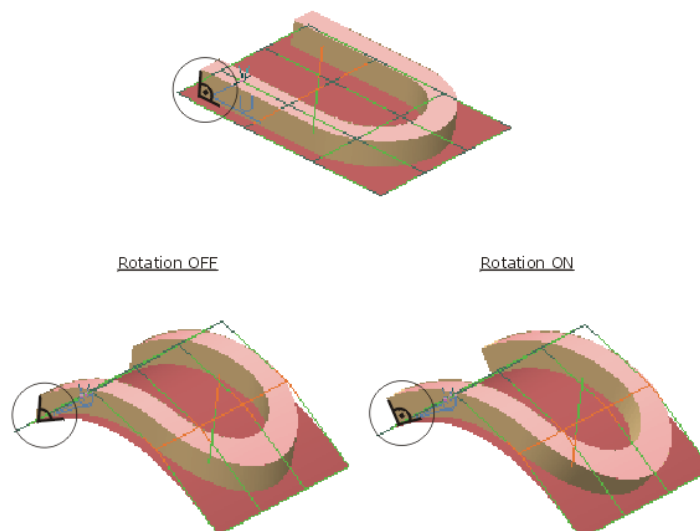

Figura 2.49 Explicación Rotation.
- **Rotation:** determina si la geometría y la referencia mantienen su ángulo durante la modificación en caso de estar activado o si está desactivado solo se trasladará (Figura 2.49).